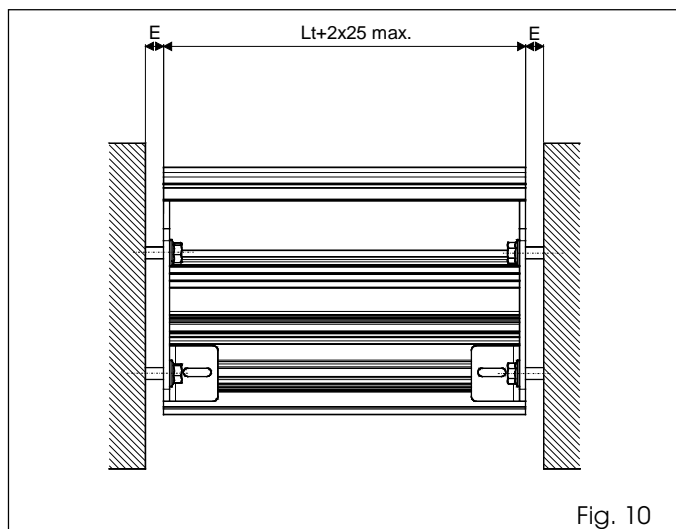

Fig. 10
•Bevestig de zijplaten met de juiste pluggen (niet bijgeleverd) en gebruik eventuele vulstukken voor de ruimten E (fig. 10).